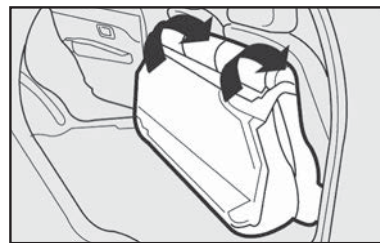

fig. 104
5) Em seguida, rebater o banco traseiro inteiro para a frente de maneira a obter uma única superfície de carga fig. 104.
Para repor o banco na posição normal - fig. 104: